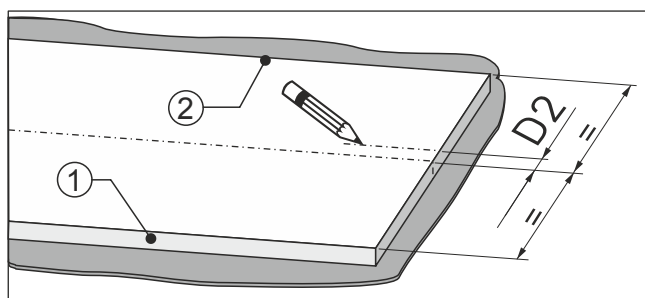

Fig. 96
- Von der Mitte der Möbelfront Maß Fig. 96 (D2) in Richtung Türanschlagseite Fig. 96 (2) abmessen.